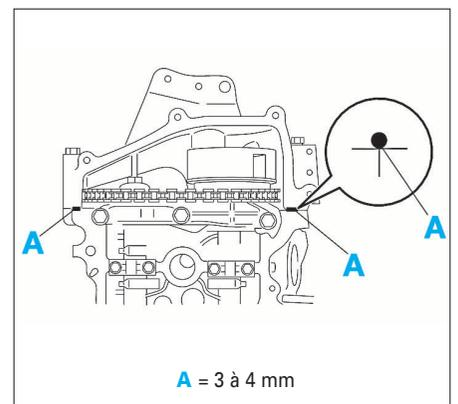

FIG. 39
- Appliquer de la pâte d'étanchéité aux endroits indiqués (A) (Fig.39).